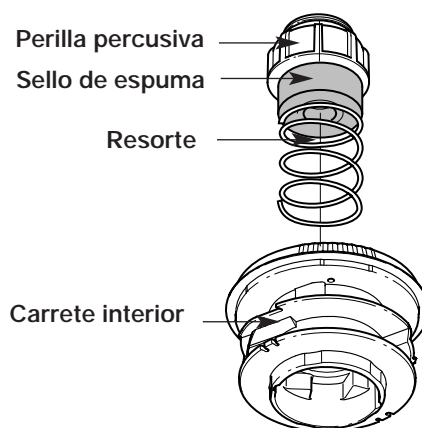

Fig. 20
1. Saque la perilla percusiva, el resorte y el sello de espuma girando la perilla percusiva en sentido antihorario (Fig. 20).
4. Sostenga el carrete interior en su lugar e instale la botón de tope, el resorte y el sello de espuma presionando y girando la botón de tope en sentido horario. Tome los extremos y tire con firmeza para soltar la línea de las ranuras de fijación en el carrete interior (Fig. 20).
2. Saque la botón de tope, el resorte y el sello de espuma (Fig. 20).
7. Coloque la botón de tope, el resorte y el sello de espuma en la bobina exterior (Fig. 20).